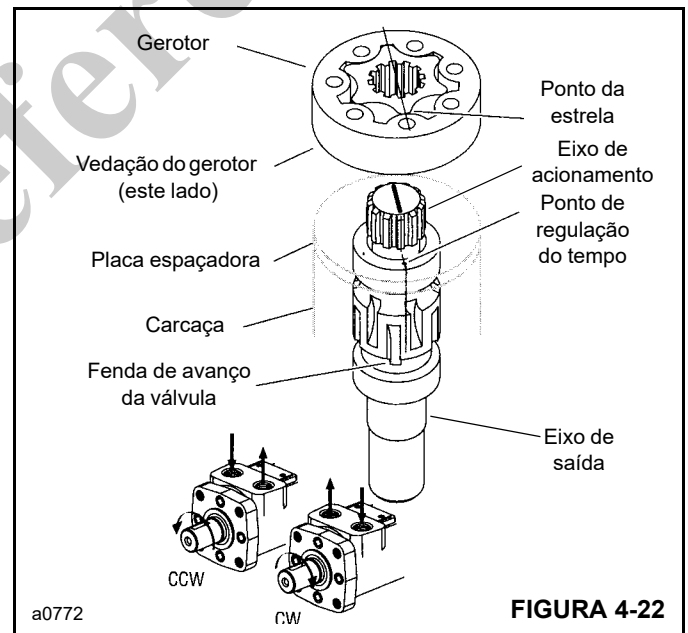

FIGURA 4-22
15. Instale o eixo de acionamento (14, Figura 4-12). Use uma caneta com ponta de feltro para marcar um dente de acionamento. Alinhe essa marca com ponto de sincronização no eixo de saída (Figura 4-22).
**NOTA:** Se o eixo de acionamento (14) não for simétrico, instale a extremidade estriada maior no eixo de saída (9).
16. Instale a placa espaçadora (15).
17. Instale a vedação (13) no canal de vedação do gerotor. Posicione com cuidado o gerotor na placa espaçadora, com o lado da vedação voltado para a placa espaçadora. Alinhe qualquer ponto da estrela com o dente marcado no eixo de acionamento (Figura 4-22).
18. Gire o gerotor (16) para alinhá-lo aos furos do parafuso. Tenha cuidado para não desengatar a estrela do acionamento nem prejudicar a vedação do gerotor.
20. Instale a vedação (13) na tampa da extremidade (17). Coloque com cuidado a tampa da extremidade no gerotor (16).